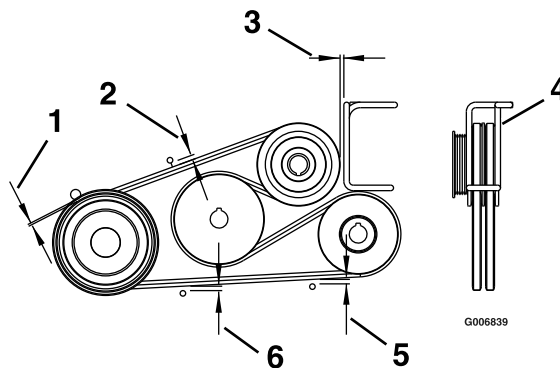

**Figura 61**
6. Encaminhe a nova correia para as polias como se mostra no autocolante localizado na parte de trás do resguardo da unidade esquerda (Figura 61).